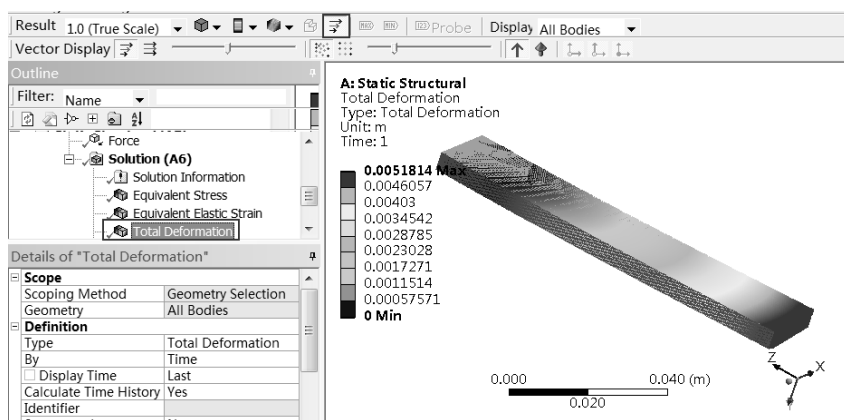

图 4-19 变形矢量形式
(3) 变形矢量图: Workbench 中可以给出变形的矢量图, 表明变形的方向, 如图 4-19 所示。